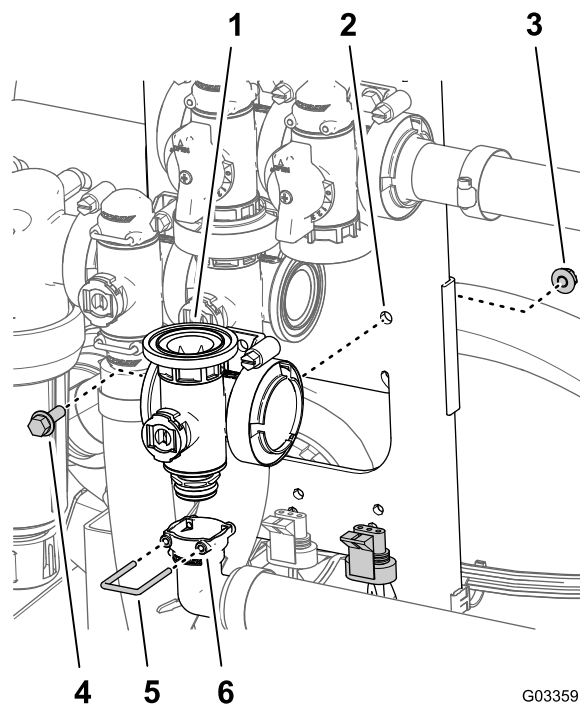

Figura 115
5. Monte el conector de salida de 90° en el acoplamiento inferior del distribuidor de la válvula maestra (Figura 115).
6. Sujete el conector de salida al acoplamiento insertando una horquilla de retención en el alojamiento del conector de salida (Figura 115).